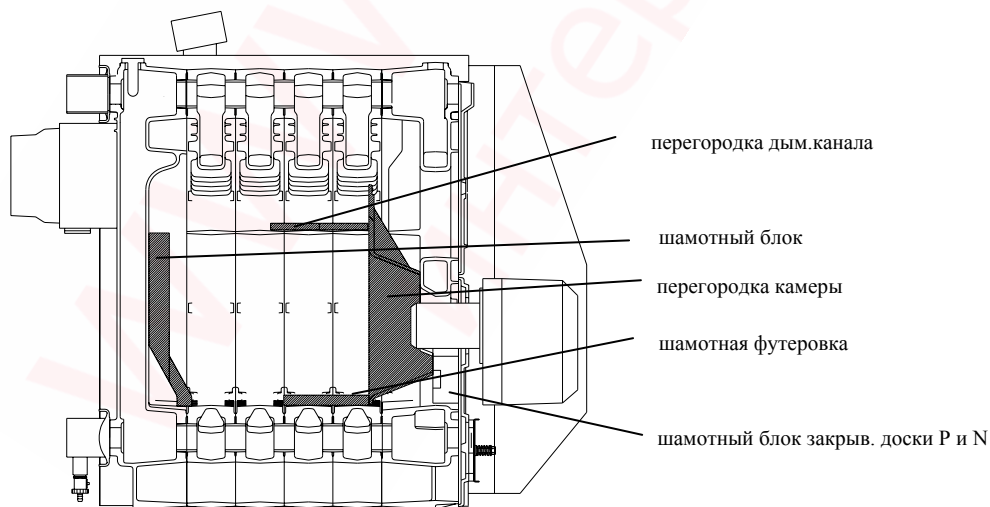

Рис. 10 Установка самостоятельных перегородок в корпусе котла
8. Расположение шамотных частей изображено на рис. 10, а в таб. 8 и 9 указан перечень использованных шамотных блоков, досок и чугунных досок, образующих перегородку камеры сжигания.